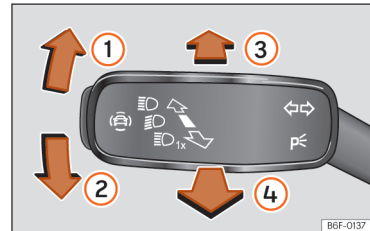

Abb. 74 Blinker- und Fernlichthebel.
- Drücken Sie den Blinker- und Fernlichthebel aus der Ausgangsstellung nach vorne »» \(Abb. 74\) .
- **ODER:** Ziehen Sie bei eingeschaltetem Fernlichtassistenten den Blinker- und Fernlichthebel nach hinten »» \(Abb. 74\) .